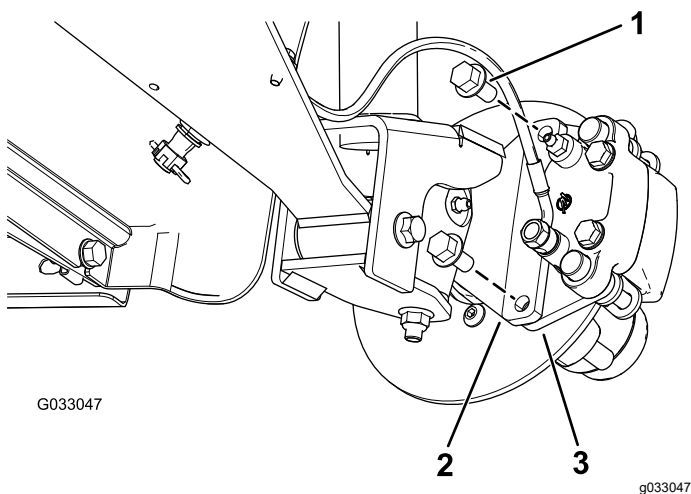

Figura 32
3. Retire los pernos con arandela prensada ( $\frac{3}{8}$ " x  $\frac{3}{4}$ ") que sujetan el soporte del conjunto de freno al eje y separe el freno del eje (Figura 32).
2. Alinee las pastillas de freno en cada lado del rotor (Figura 32), y alinee los orificios del soporte de la pinza con los orificios de montaje del freno de la mangueta (Figura 36).
3. Sujete el soporte de la pinza a la mangueta (Figura 32) usando los 2 pernos con arandela prensada ( $\frac{3}{8}$ " x  $\frac{3}{4}$ ").